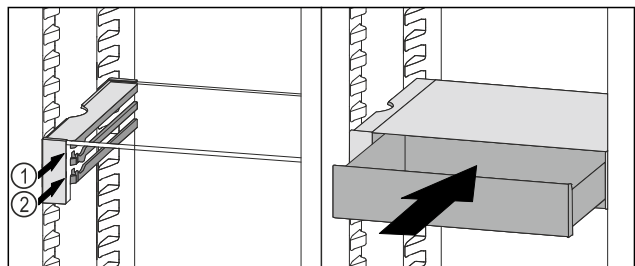

Fig. 136
- ▶ Placer le tiroir VarioSafe derrière les butées sur la nervure désirée Fig. 136 (1) ou Fig. 136 (2).